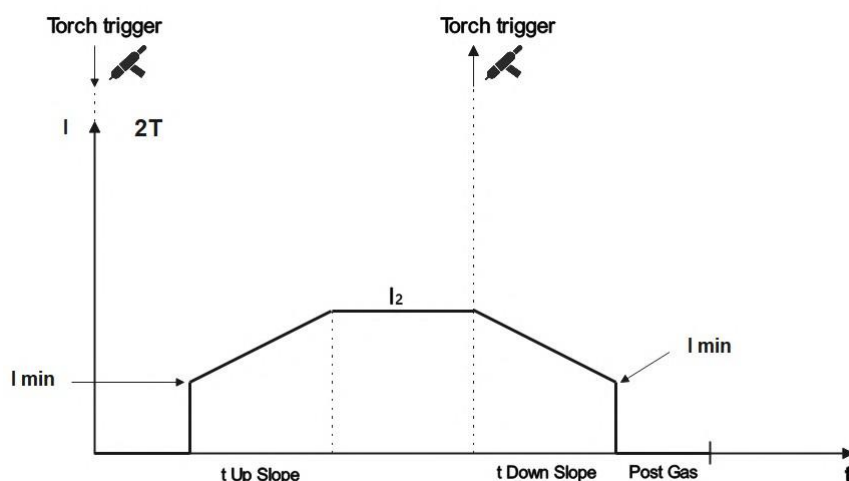

Fig 11.
* 2T - Cuando el gatillo de la antorcha (Torch trigger) es presionado, el gas comienza a fluir hasta que el soldador efectúe la ignición por LIFTIG (ver Fig.11) y el arco se establece. La corriente sube de acuerdo con el tiempo UPSLOPE para el valor ajustado de I_2 . Cuando el gatillo de la antorcha es liberado, la corriente disminuye de acuerdo con el valor ajustado de DOWNSLOPE, el arco se apaga y el tiempo POST GAS comienza.
** 4T - Cuando el gatillo de la antorcha (Torch trigger) es presionado, el gas comienza a fluir hasta que el soldador efectúe la ignición por LIFTIG (ver Fig.11) y el arco se establece. Se puede liberar el gatillo. La corriente sube de acuerdo con el tiempo UPSLOPE para el valor ajustado de I_2 . Cuando el gatillo de la antorcha es presionado, la corriente disminuye de acuerdo con el tiempo ajustado de DOWNSLOPE, el arco se apaga y el tiempo POST GAS comienza.